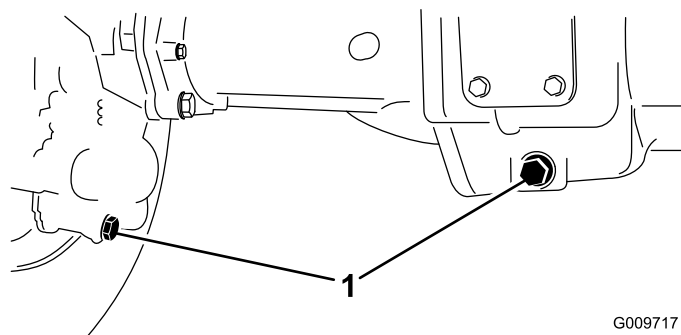

Рисунок 59
2. Очистите область вокруг трех сливных пробок, по одной на каждом конце и одной в центре (Рисунок 59).